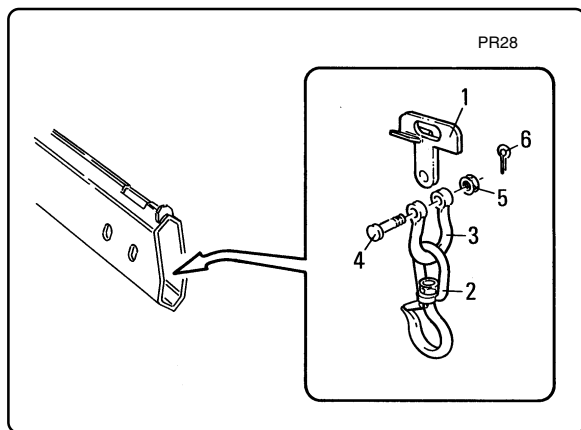

fig. 9.1.15
9.1.10.4- Montaggio del gancio sulla prolunga provvista di staffa mobile all'interno del braccio (fig. 9.1.15)
9.1.10.4- Fitting the hook onto the extension with moving bracket inside the boom (fig. 9.1.15)